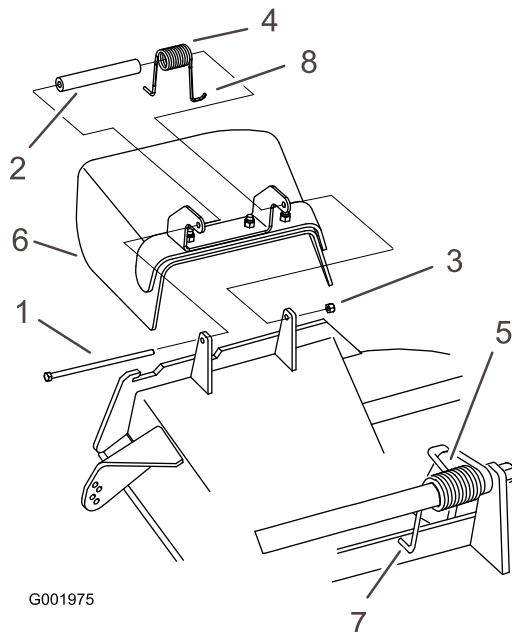

Figure 90
1. Retirez le contre-écrou, le boulon, le ressort et l'entretoise qui fixent le déflecteur aux supports de pivot (Figure 90). Enlevez le déflecteur s'il est endommagé ou usé.
Remarque: Prenez soin de placer l'extrémité en **L** du ressort derrière le bord du plateau avant de mettre le boulon en place, comme indiqué à la Figure 90.
3. Remettez le boulon et l'écrou. Accrochez l'extrémité en **J** du ressort au déflecteur d'herbe (Figure 90).